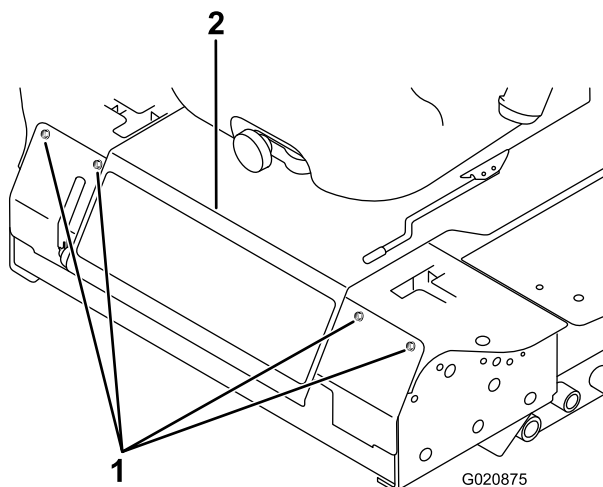

Figura 79
2. Afloje los pernos del panel delantero y retire el panel (Figura 79).